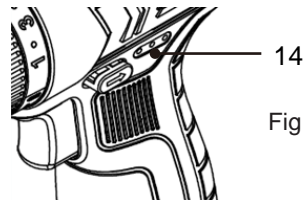

Fig.7
Presione el interruptor hasta el fondo para comprobar la capacidad restante de la batería. Las luces indicadoras de la batería (14) se encenderán para indicar el estado de la batería (Fig.7) tal y como se indica a continuación: